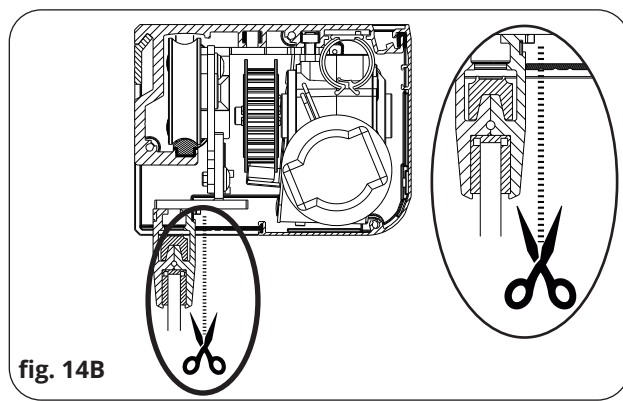

fig. 14B
- 6) Tagliare la guarnizione di gomma a ridosso dell'infisso come rappresentato nella fig. 14B.